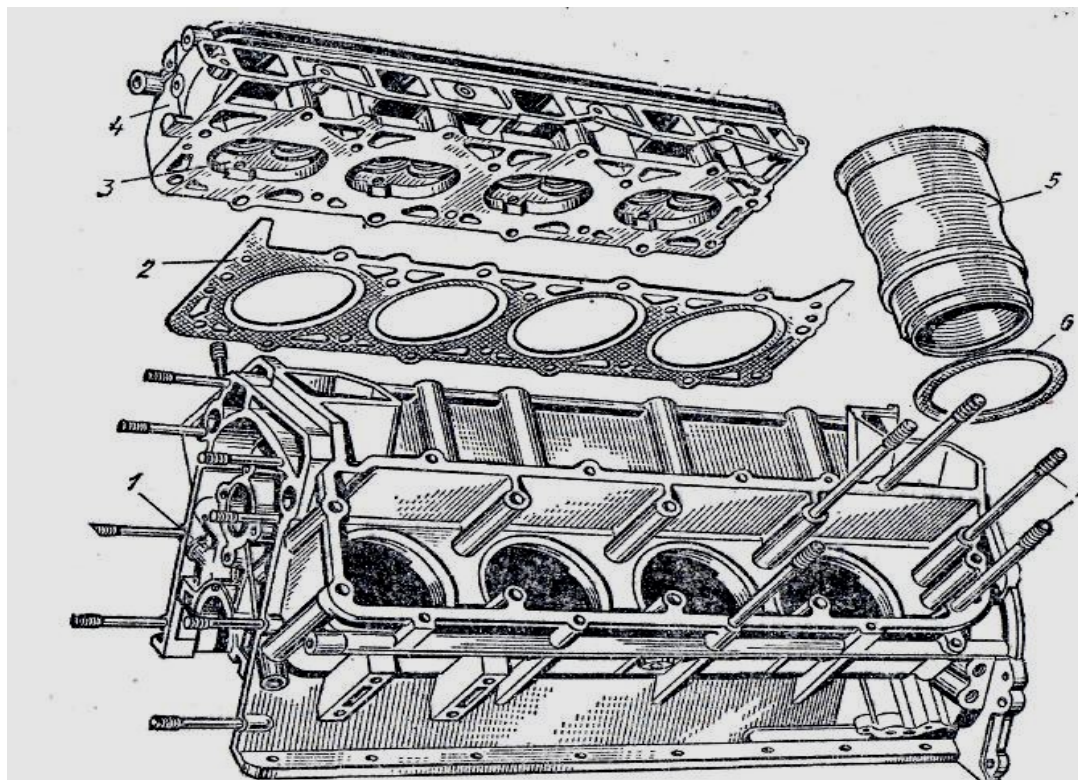

Рис. 8. Блок цилиндров и головка блока V-образного двигателя:
19. Запишите в таблицу № 10 наименование деталей (рис. 8) которые обозначены позициями